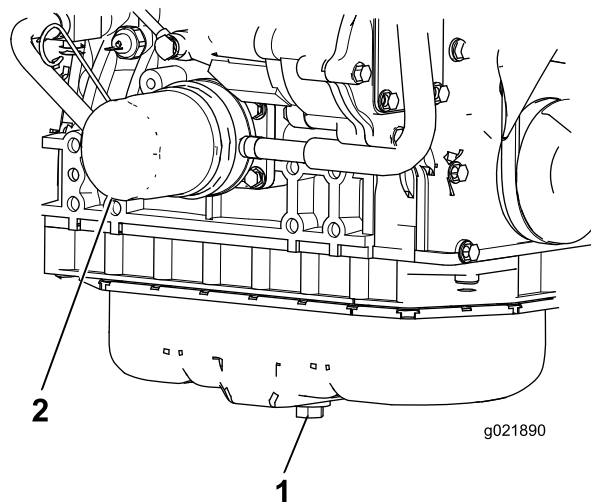

Figura 73
1. Togliete il tappo di spurgo e lasciate defluire l'olio in una bacinella (Figura 73).
3. Togliete il filtro dell'olio (Figura 73).